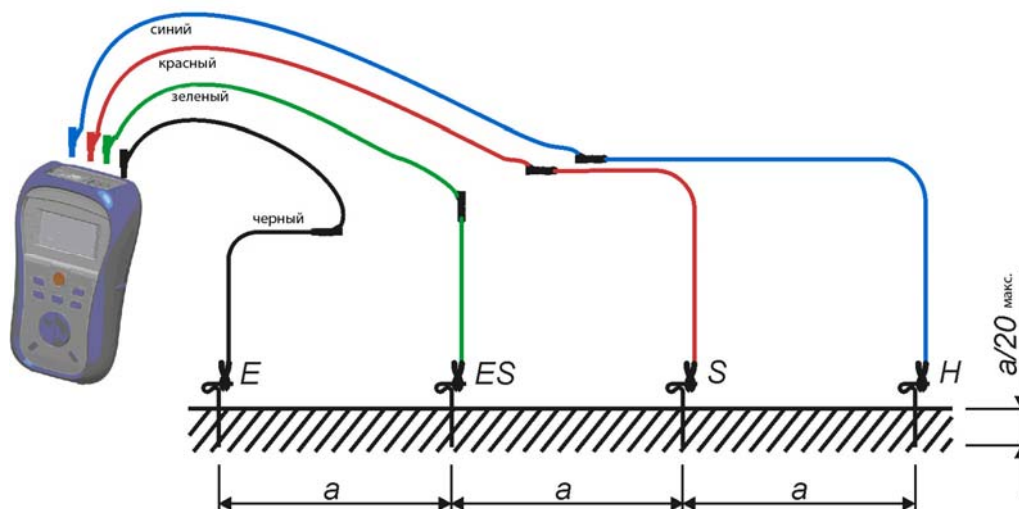

Рисунок 5.9: Измерение удельного сопротивления грунта.
- ❑ **Подсоедините** измерительные принадлежности к объекту измерений (см. рисунок 5.9).